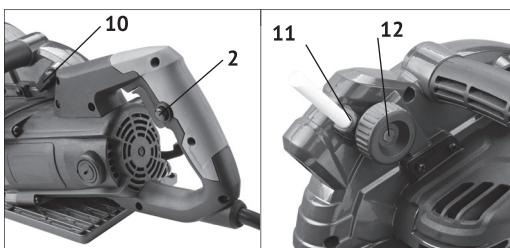

рис.1
-отведите подвижный защитный кожух (рис.1 поз.9) и зафиксируйте его в открытом положении с помощью фиксатора положения подвижного защитного кожуха (рис.1 поз.10);
-с помощью крестовой отвёртки открутите один из прижимных винтов окна доступа к шпинделю, ослабьте второй винт и отведите в сторону крышку окна доступа к шпинделю (рис.1 поз.13);
-нажмите на кнопку стопора шпинделя (рис.1 поз.3) – это позволит зафиксировать шпиндель от проворачивания. Воспользовавшись специальным ключом, открутите фиксирующий болт пильного диска (рис.1 поз.4) против направления движения часовой стрелки, снимите прижимной фланец и поочерёдно снимите рабочие диски со шпинделя;
-включение/выключение пилы осуществляется нажатием на кнопку блокировки включения (рис.1 поз.2) и последующим нажатием на выключатель (рис.1 поз.1);
-для настройки требуемой глубины пропила ослабьте фиксатор (рис.1 поз.5) и, удерживая основание пилы, движением корпуса пилы вверх или вниз установите необходимую глубину пропила и затяните фиксатор.
-для настройки требуемого угла пропила ослабьте фиксатор (рис.1 поз.6) и, удерживая основание пилы, движением корпуса пилы вправо установите необходимый угол пропила и затяните фиксатор;
-вставьте упор в соответствующий паз в передней части основания пилы и зафиксируйте его на необходимой величине с помощью фиксирующего болта (рис.1 поз.7).
-включение лазерной индикации линии пропила производится нажатием на выключатель (рис.1 поз.8).
-при распиловке мягких цветных металлов и стали рекомендуется использовать смазочный стикер, осуществляющий смазку рабочих дисков в процессе пиления. Установите смазочный стикер в окно подачи (рис.1 поз.11) и регулируйте подачу стикера с помощью ролика движения (рис.1 поз.12).